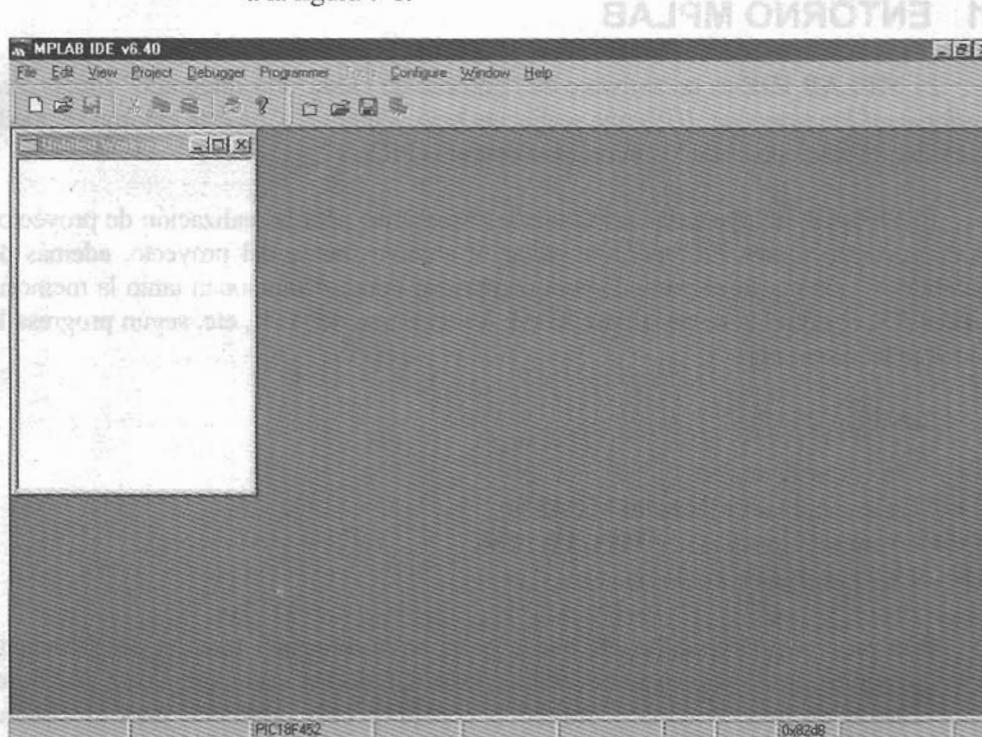

Figura 7-1 Pantalla de inicio del MPLAB IDE
- 2º Iniciar el programa actuando sobre el ícono correspondiente a MPLAB situado en el escritorio. Se entrará en una pantalla similar a la figura 7-1.